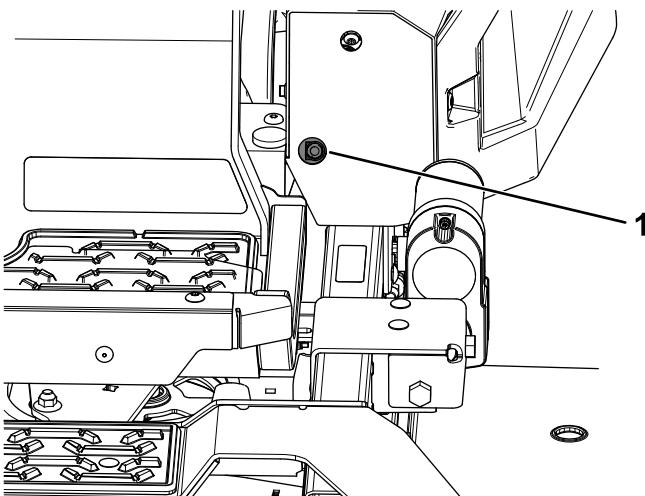
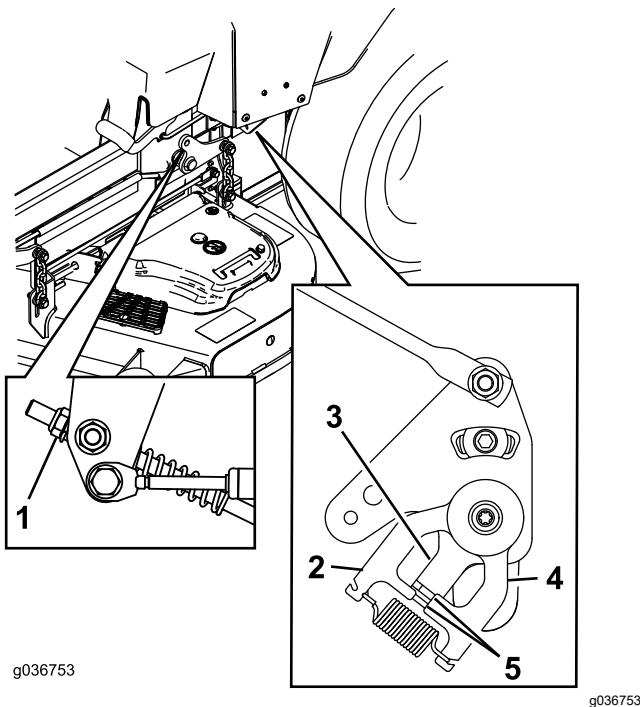

Рисунок 65
Рисунок 66
11. Отрегулируйте длины штоков управления насосами, повернув гайку в соответствующем направлении так, чтобы колеса медленно вращались в обратном направлении (Рисунок 65 и Рисунок 66).